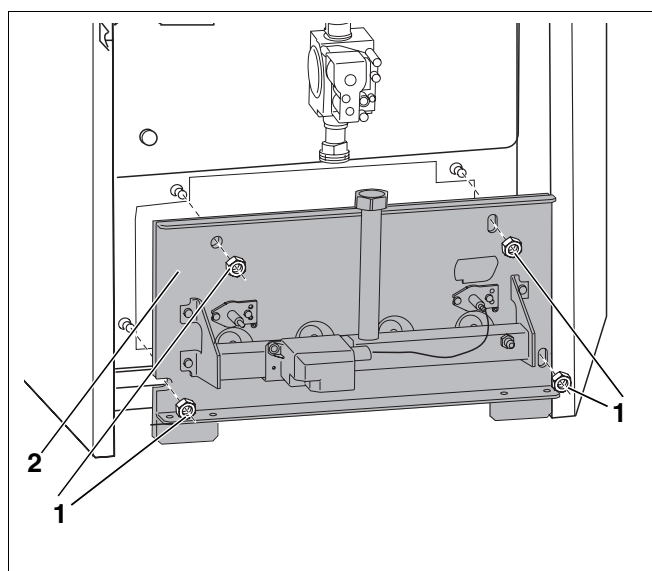

Fig. 40 Îndepărtați piulițele de fixare
- Îndepărtați piulițele de fixare (Fig. 40, **Poz. 1**) de pe scutul arzătorului (Fig. 40, **Poz. 2**) și scoateți arzătorul.
- La înșurubarea scutului arzătorului (Fig. 40, **Poz. 2**, pagina 54) trageți ușor de cele 4 șuruburi.